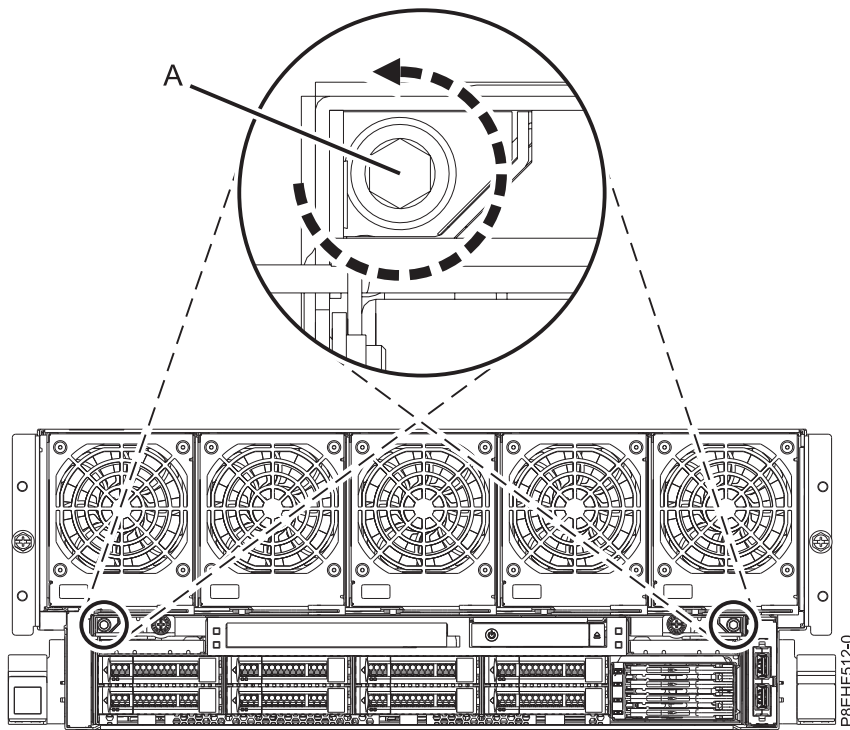

図 5. 配送用ねじを緩める
2. 図 5 に示すように、4 mm 6 角レンチを使用して、RAID アセンブリー内のくぼみのある配送用ねじ (A) を緩めます。取り外しはしないでください。